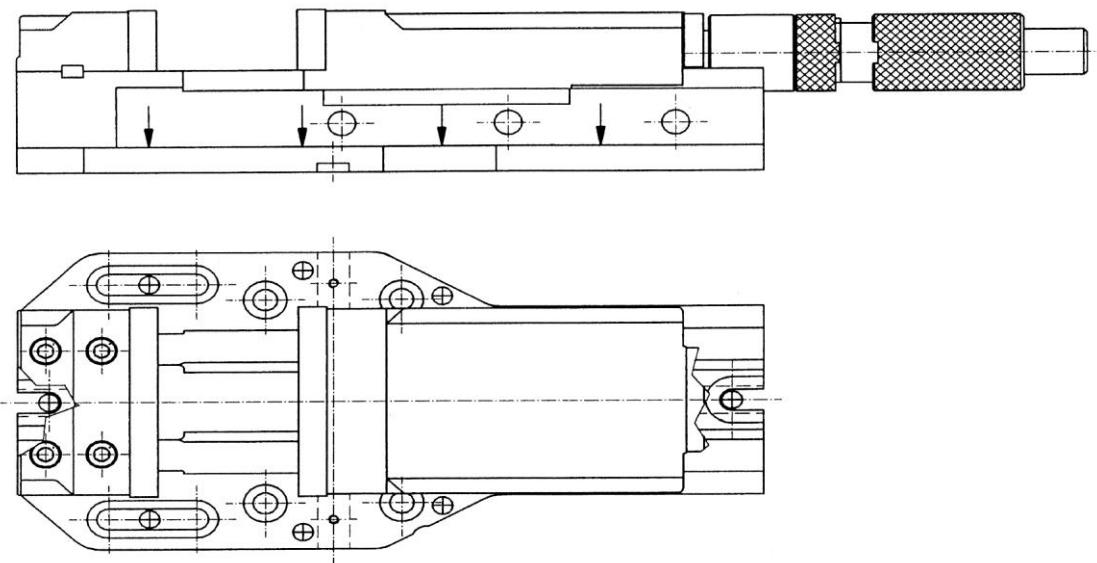

Abb. 3. Empfohlene Schraubstockbefestigungspunkte am Maschinenwerkzeugtisch mit Befestigungsschrauben und Druckösen.
- b) Wenn höhere Präzision der Bearbeitung notwendig ist (Verminderung der Versetzung eines Werkstücks infolge der Körperdeformierung), es wird empfohlen, um zusätzliche Druckösen in auf der Abb. 3 gezeigten Stellen anzuwenden.